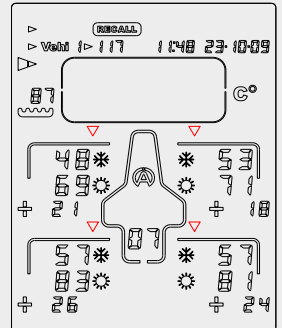

Figure 13
- 7) Pressez de nouveau le bouton  ou  : le Tyrecontrol 2 affiche la dernière phase de données, c-à-d les températures intérieures des pneus, avant  et après  course + les écarts (*figure 13*)